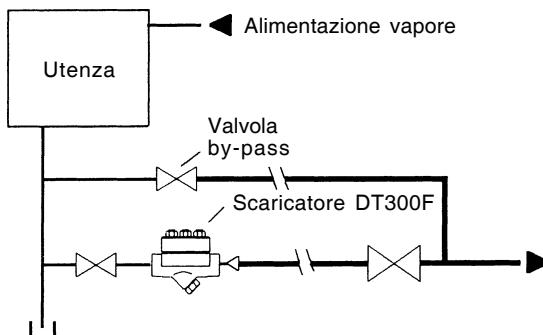

Fig. 1 - Drenaggio di utenza con scarico convogliato
- 3.6** Se è richiesto il funzionamento continuo dell' utenza e/o per agevolare la manutenzione, prevedere una valvola di intercettazione a monte, una a valle ed una di by-pass (vedi fig.1).